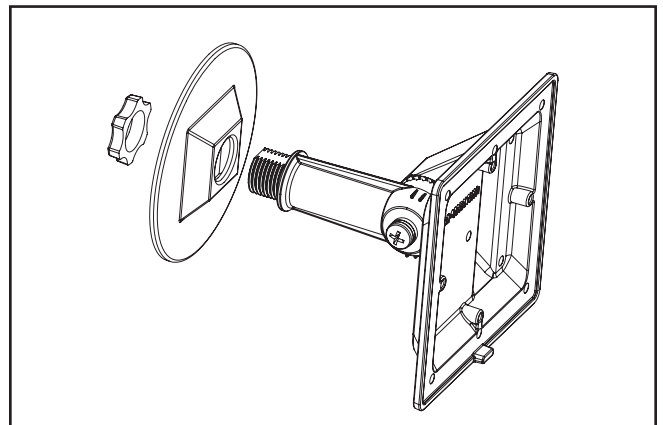

Figura 1.
1. Afloje el tornillo pivotante del codo. Ajuste la posición del caño del codo. Reajuste. (Figura 1.)
2. Pase los conectores eléctricos por la placa de cubierta NPS de 1/2" (de otras marcas). Selle las roscas del codo con compuesto sellador (de otras marcas). Asegure la placa de cubierta con el codo usando la tuerca de bloqueo (50-60 in-lb). Realice la conexión de cables en una caja de derivación apta para exteriores. Monte la placa de cubierta en la caja de derivación. (Figura 1.)